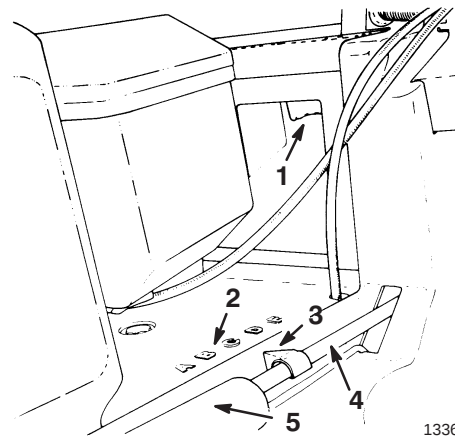

Figure 4
La procédure suivante remplace le point 3, la Figure 4 et la note du formulaire d’exploitation N° 3320-832 FR concernant le “Réglage de la hauteur de coupe”. Nous vous conseillons de conserver ces renseignements avec le Manuel d’exploitation afin de vous y reporter pour tout ce qui a trait aux consignes de sécurité pour l’exploitation et aux procédures de maintenance correctes.
3. Avec un ou deux doigts, pincer le levier de réglage de la hauteur de coupe (fig. 4).